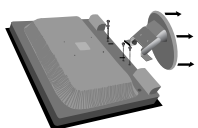

Figure R.2
3. Retirez les quatre vis fixant le moniteur à son support et enlevez l'ensemble support comme indiqué (Figure R.2). Le moniteur est maintenant prêt pour un montage différent.